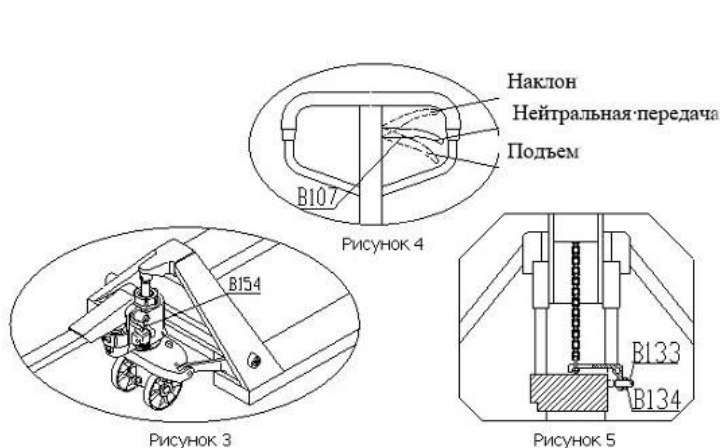

Рис.6
- После установки ручки нажмите Блокировка 1, чтобы ослабить и поместить поворотную ручку 2 в нижнее положение (см. Рис. 6).